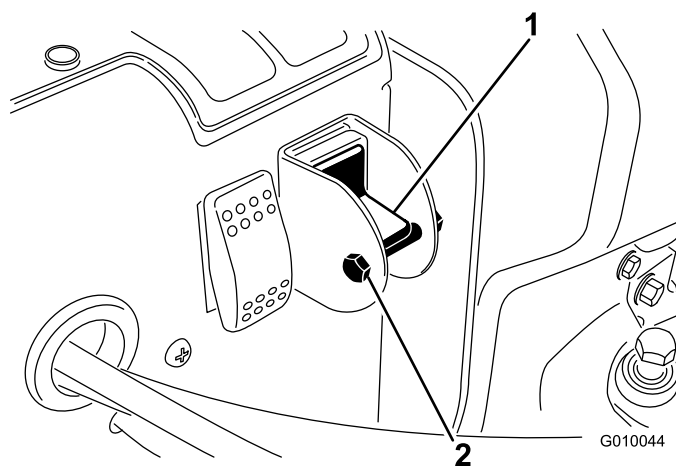

**Figura 28**
1. Retire o pino de sujeição que segura os espaçadores e os pinos de profundidade (Figura 28).